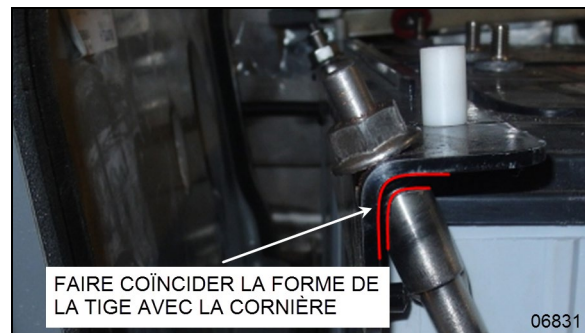

FIGURE 50 : BOUT DE LA TIGE COÏNCIDE AVEC LA CORNIÈRE
- Le bout supérieur de la tige possède la même forme que la cornière. (FIGURE 50).